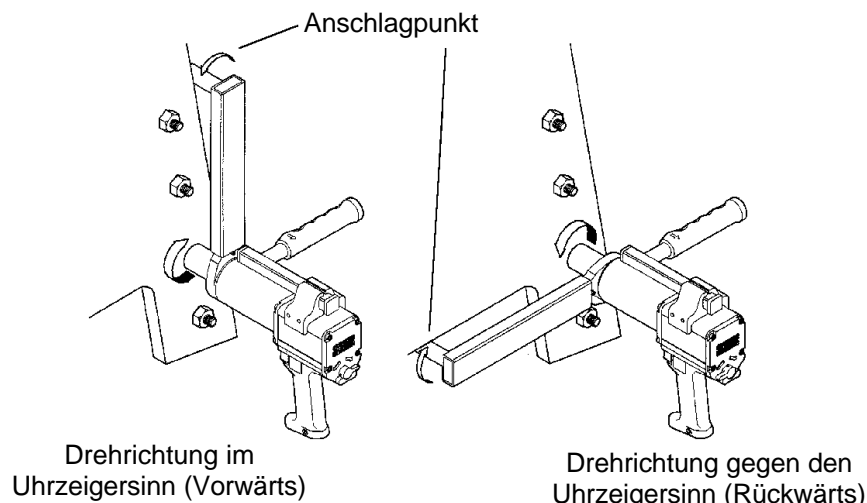

Abb. 4
Beim Betrieb der Elektroschrauber rotiert der Reaktionsarm (B) in der entgegengesetzten Drehrichtung zum Antriebsvierkant. Der Anschlagarm muß voll gegen das Werkstück bzw. die Fläche mit den zu befestigenden Schrauben abgestützt werden (siehe Abb. 4.)
4. Werkzeug auf die festzuziehende Schraube setzen. Der Reaktionsarm ist neben den Anschlagpunkt anzusetzen (siehe Abb. 4).